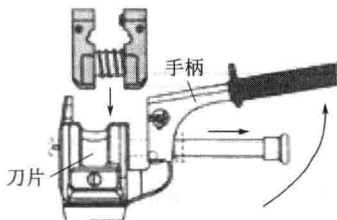
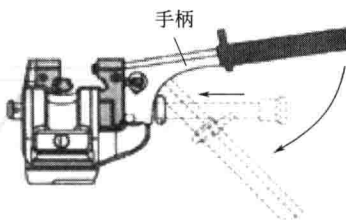
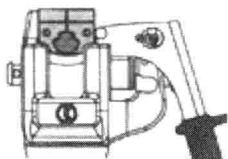

图 1-2 模具安装
图 1-3 关闭模具
图 1-4 锁定位置
(1) 使用方法
- ① 用于切割接触线的模具：选择适合接触线的模具，模具截面与接触电线截面相匹配。
- ② 将模具安装到接触线端部（图 1-2）。将接触线放入模具，使刀片对齐所要切割的点。通过卡销锁死模具，扳动锁定手柄，关闭模具（图 1-3），直到自动“锁定”位置并将接触线完全夹住（图 1-4）。